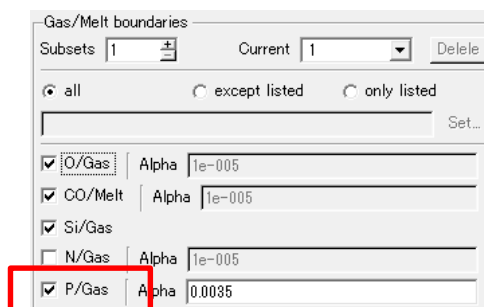

図 2. リン蒸発モデル設定画面
- シリコン融液からのリン (P) の蒸発モデルの追加 (図 2)